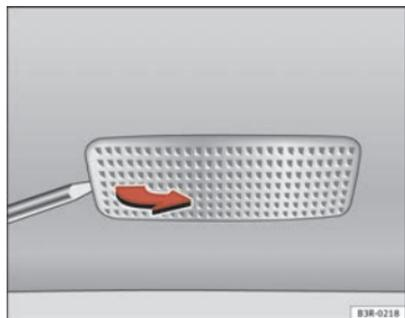

Fig. 228 Smontaggio della luce dell'aletta parasole
- Rimuovere la luce con cautela, usando la parte piatta del cacciavite ⇒ fig. 228.